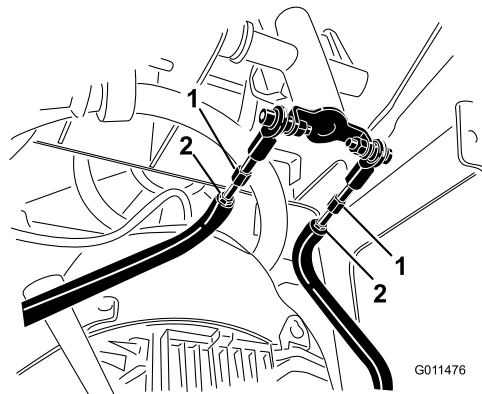

Figura 56
- D. Allentare i controdadi situati sulle aste di trazione, al di sotto della plancia (Figura 56).